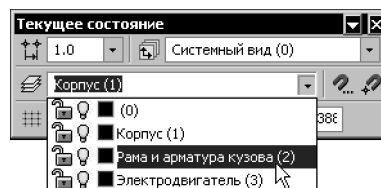

Рис. 50.2. Выбор текущего слоя
- ▼ Выберите или введите с клавиатуры номер или название (это зависит от настройки, см. раздел 50.9 на с. 63) нужного слоя в поле **Текущий слой** на панели **Текущее состояние** (рис. 50.2), и он станет текущим. Слой, выделенный в списке, подсвечивается в окне документа. Значки перед номером или названием слоя показывают его текущее состояние и цвет.
Иногда бывает удобно изменять состояние слоев с помощью значков, отображающих свойства **Активность** и **Видимость** в списке слоев на панели **Текущее состояние** (рис. 50.2). Щелчок на значке изменяет значение свойства слоя на противоположное.